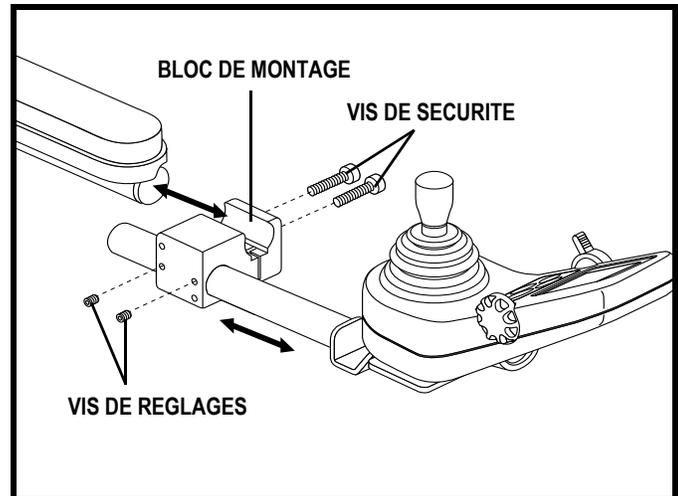

Figure 20. Support de montage de la manette de commande
**NOTE:** Si votre fauteuil motorisé est équipé d'un siège spécialisé de type Synergy ou TRU-Balance motorisé, desserrez les vis de réglage sur le bloc de montage, transférez le contrôleur vers l'accoudoir opposé, puis resserrez les vis de réglage. Voir la figure 20.
5. Desserrez les vis de montage sur le bloc de support du contrôleur. **Voir la figure 20.**